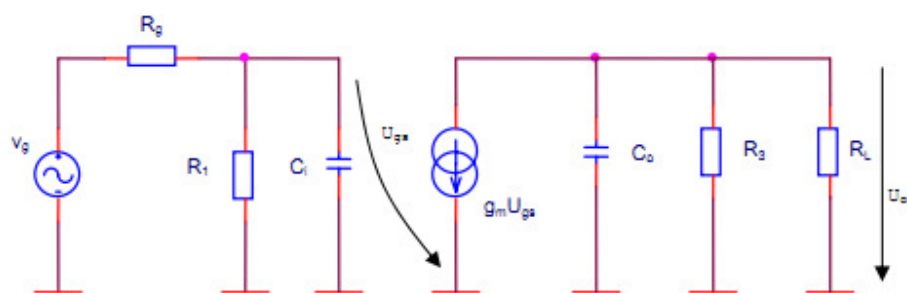

Fig. 10. Schema echivalentă după aplicarea teoremei lui Miller.
a) Folosind teorema lui Miller se elimină capacitatea C_{gd} rezultând schema echivalentă din fig. 10.